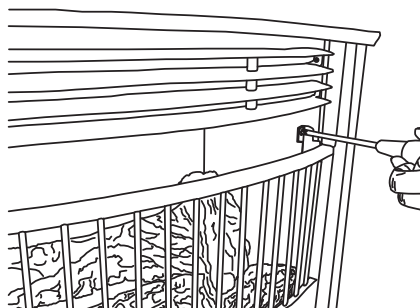

Figura 30 Eliminar parrilla
13. Retire los 2 tornillos que sujetan la parrilla a frente de la estufa. Con cuidado, coloque la parrilla a un lado (consulte la figura 30). Gire la manija y abrir la puerta.
22. Reemplace la parrilla con 2 tornillos removidos anterior-mente (consulte la Figura 30, página 27). **Para otros modelos** Cerrar la puerta del horno.